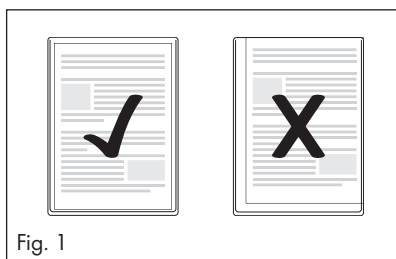

Fig. 1
- Asigurați-vă că toate marginile documentului au un spațiu de cel puțin doi mm de la marginea foliei, după cum este prezentat în fig. 1.